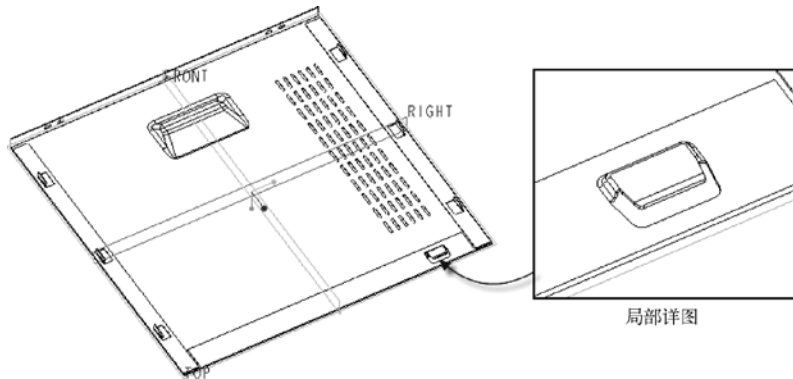

图 6-55 完成具有排除曲面的成型特征
(9) 在“凹模”选项卡中单击  (完成) 按钮，创建的成型特征如图 6-55 所示。